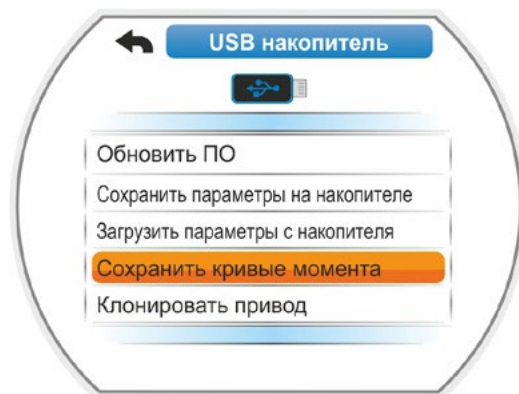

Рис. 2: Меню „USB-накопитель“
2. Выберите 'Сохранить кривую момента' (рис. 2) и нажмите кнопку Drive Controller для подтверждения. Появится меню 'Выбрать папку'. Если на USB-накопителе имеются несколько папок, то они будут предложены для выбора.